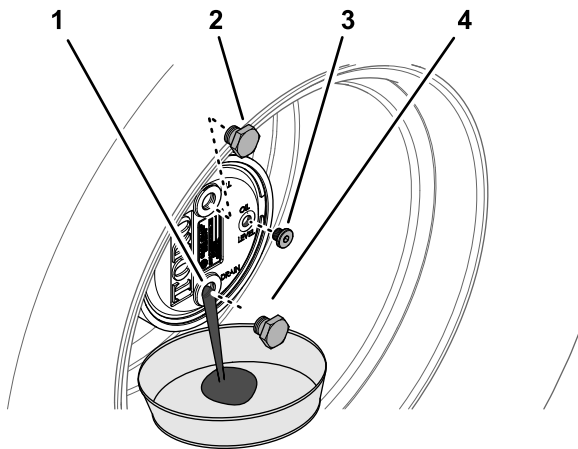

Figura 101
- Retire el tapón de llenado en la posición de las 12 y compruebe el tapón en la posición de las 3 (Figura 101).
- Coloque un recipiente debajo del cubo planetario, retire el tapón de vaciado en la posición de las 6 y deje que se drene el aceite (Figura 101).
- Instale el tapón de vaciado en el orificio de vaciado del alojamiento de los engranajes planetarios (Figura 101).